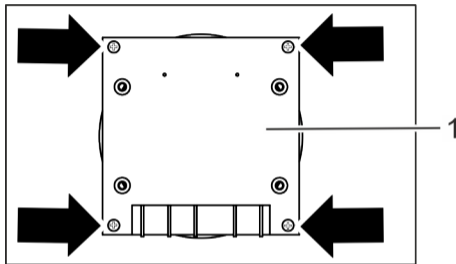

Abb. 7: Aktor (Empfänger) montieren
1. Den Aktor (Empfänger) (Abb. 7/1) in die Montageplatte am Boiler einsetzen.
2. Die 4 Schrauben am Aktor (Empfänger) festdrehen (Abb. 7).